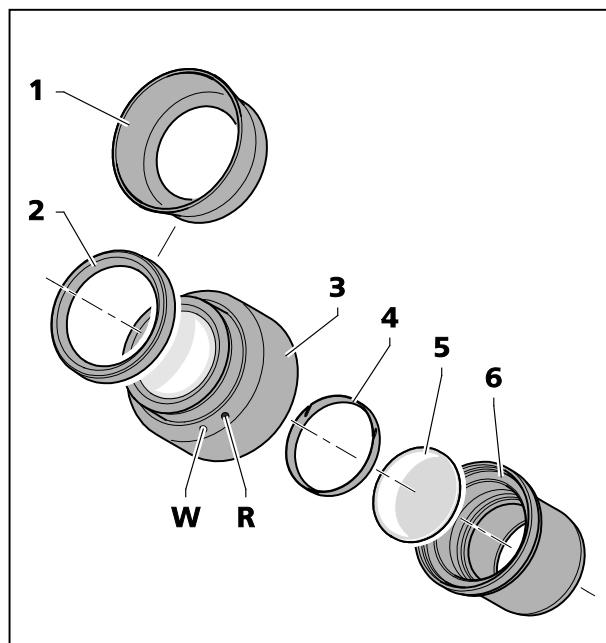

図 16 接眼レンズプレートの取り付け
接眼レンズにゴム製のメガネ保護リング が付いており、メガネに擦り傷が付くのを防いでいます。これらは、反転式アイカップ（図 16/1）に交換することができます。
- その場合、メガネ保護リング（図 16/2）を接眼レンズから外し、アイカップ（図 16/1）をセットします。
- カバー（図 16/6）を接眼レンズ（図 16/3）から取り外します。
- ロックリング（図 16/4）を取り外します。
- 接眼レンズプレート（図 16/5）をセットします。
追加のガラスパスの効果で簡単な画像移動は、視度においてゼロ位置が白色の点（図 16/W）ではなく、赤色の点（図 16/R）で表示されることによって考慮されています。